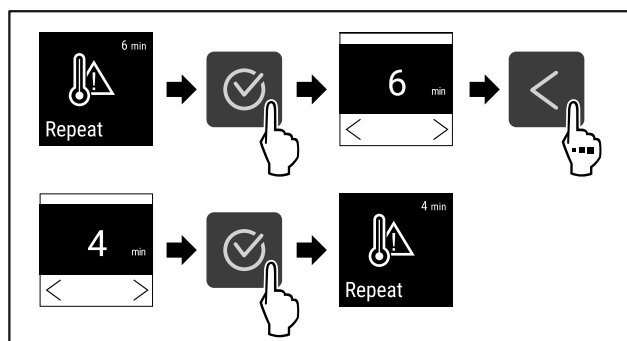

Fig. 116
- Stappen (zie Fig. 116) uitvoeren.